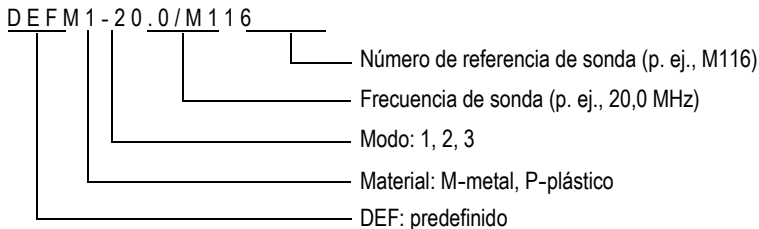

Figura 5-3 Selección de la configuración para una sonda monoelemento
- c) En la pantalla **PREDEFINIDO (DEFAULT)** [ver Figura 5-3 en la página 83], dentro de la lista de configuraciones predefinidas disponibles, resalte la configuración según la sonda que está utilizando.